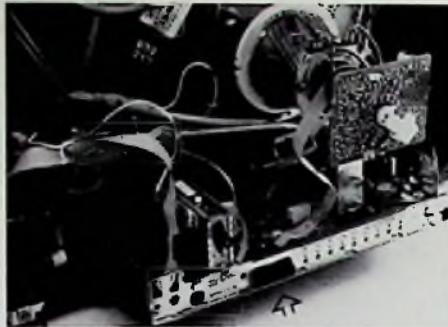

**Bild 5:** Der wählbare, interne Status des Fernsehgerätes bei Verwendung des neuen Verbindungssystems zu peripheren Video/Audio-Geräten
3. RGB-Quellen sind direkt anschließbar (Bild 5).